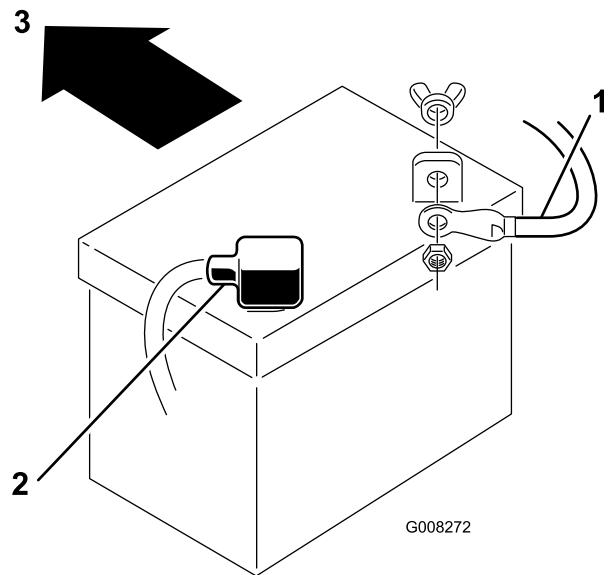

Figura 33
7. Staccate il cavo negativo (nero) di terra dal polo della batteria (Figura 33).
- 9. Staccate il cavo positivo (rosso) dal polo della batteria (Figura 33).
1. Collocate la batteria sullo chassis volgendo i poli verso il parte posteriore del trattore (Figura 33).
3. Utilizzando il bullone ed il dado ad alette, collegate il cavo positivo (cappuccio rosso) al polo positivo (+) della batteria (Figura 33). Infilate il cappuccio di gomma sul polo della batteria.
4. Utilizzando il bullone e il dado ad alette, collegate il cavo negativo (nero) al polo negativo (-) della batteria (Figura 33). Infilate il cappuccio di gomma sul polo della batteria.